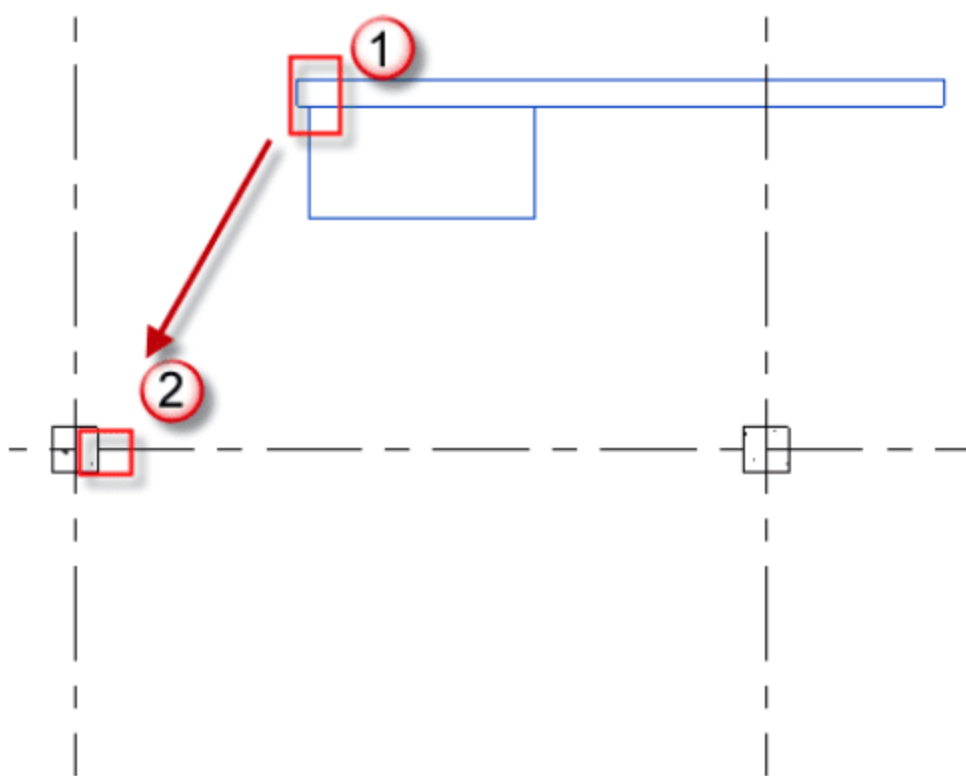
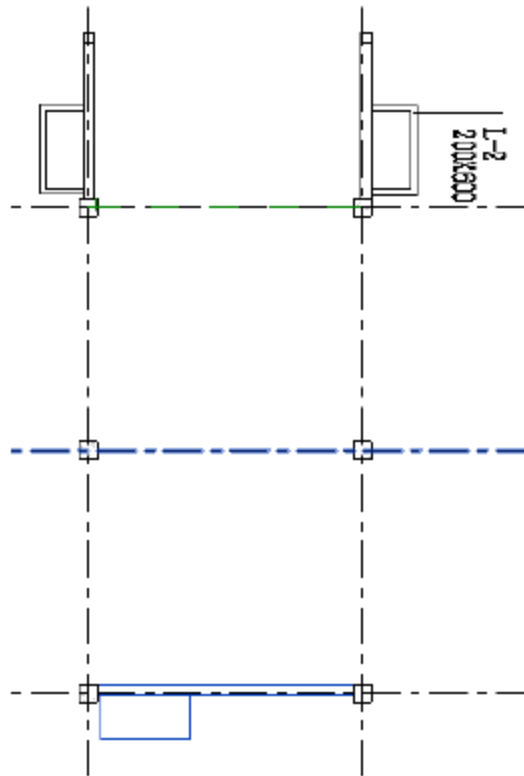

图 5.3.28 选中无梁混凝土雨蓬并移动
图 5.3.29 对齐图形
(4) 整体移动 DWG 文件使其与轴网相符合。单击“无梁混凝土雨蓬”文件，按快捷键 M+V，将①点移动到②，如图 5.3.28 所示。移动完成后如图 5.3.29 所示。